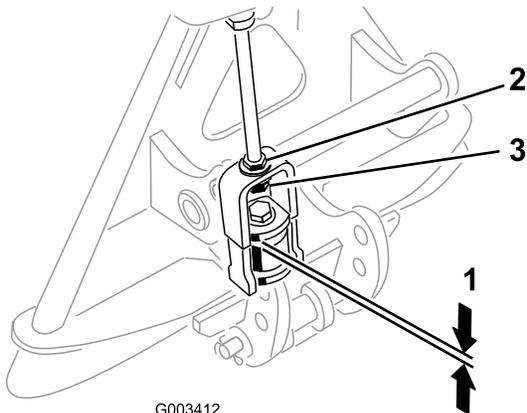

Figura 13
9. Una volta montato e fissato il rastrello sul trattore, misurate la luce tra la rondella superiore e il distanziale nell'attacco, sull'adattatore per accessori, come illustrato nella Figura 13.
La luce tra la rondella e lo spallamento deve essere compresa tra 1,5 e 2 mm (Figura 13).
10. Se la luce non è esatta, allentate il controdado e serrate o allentate il dado di regolazione sull'attacco quanto basta per modificarla (Figura 13).